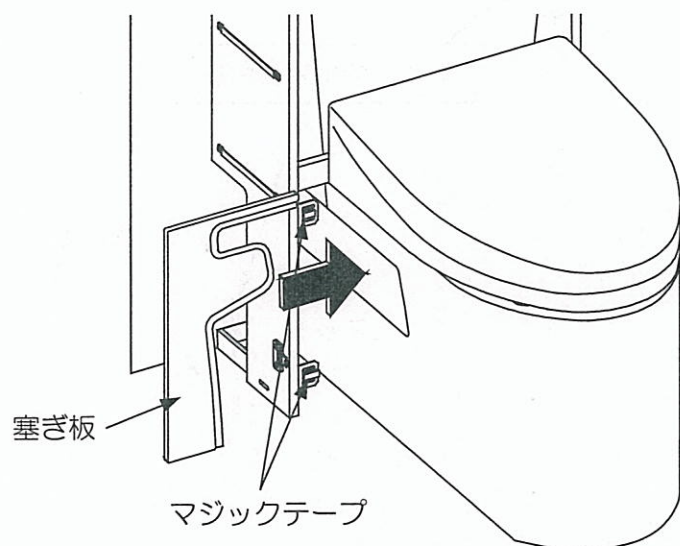

図6-3
- (3) キャビネットの金具に組付いているマジックテープの離型フィルムをはがし、塞ぎ板を横から所定位置まで挿入後、マジックテープに押し当ててください。左側の塞ぎ板を取付ける際は、温水洗浄便座の給水ホースや電気配線を使器本体と塞ぎ板との隙間に通してください。(図6-3・4・5)